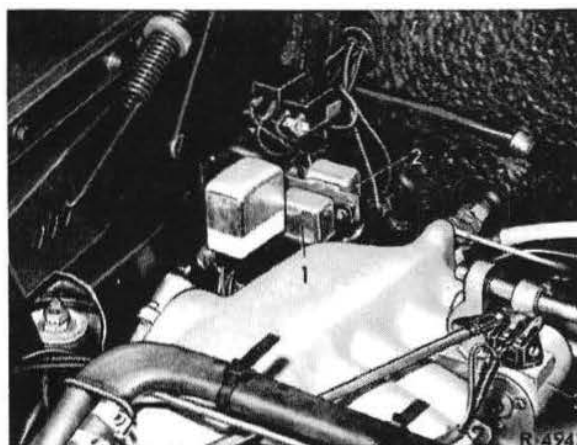

Bild 83-18/1
**2** Durch Drehen des Gebläseschalters (9) wird über Klemme 1, 3 bzw. 5 zum Gebläse-motor (1) über den Vorwiderstand (nur bei Stufe 1 und 2) und außerdem vom Gebläse-schalter (9) zum Temperaturschalter (8) Spannung angelegt.
**3** Durch Drehen des Temperaturschalters (8) wird über Relais (2) Klemme 30/87a zur elektromagnetischen Kupplung (7) Spannung angelegt.
**4** Wird der Anlasser betätigt, so wird gleichzeitig an das Relais (2) Klemme 86 über Klemme 50 des Anlassers Spannung angelegt, so daß während des Anlaßvorganges der Stromkreis zur elektromagnetischen Kupplung unterbrochen ist.
**5** Die SE-Typen mit Klimaanlage und SE-Typen mit Klimaanlage und automatischem MB-Getriebe bis Einsatz Seitenschaltgetriebe (Mai 1969) besitzen einen Hubmagnet (6) für Drehzahlanhebung. Derselbe wird bei Fahrzeugen mit mechanischem MB-Getriebe und bei Fahrzeugen ab Einsatz Seitenschaltgetriebe (Mai 1969) ohne Einfluß auf Getriebe über Klemme 87a des Relais (2) an Spannung gelegt.
Bei Fahrzeugen mit automatischem MB-Getriebe bis Mai 1969 wird der Hubmagnet (6) beim Einschalten der Klimaanlage über Relais (2) Klemme 87a und Relais (3) Klemme 86/87 als auch über die beiden Öldruckschalter (4 und 5) beim Einlegen eines Ganges über Masse geschaltet. Einzelheiten siehe Bild 83-18/2 und 3.
**6** Die Anordnung des Hubmagnets (6) und der Relais (2 und 3) im Fahrzeug ist aus Bild 83-18/1 ersichtlich.